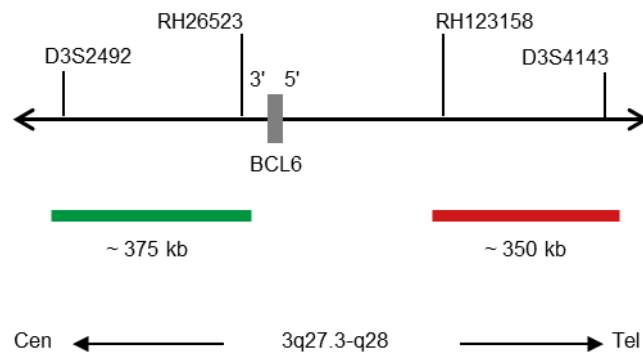

Fig. 1 : SPEC BCL6 Cartographie de la sonde (pas à l'échelle)
- Polynucléotides marqués à la digoxigénine (~0,50 ng/μl), qui visent la cartographie des séquences dans 3q27.3* (chr3:187,028,236-187,403,834) proximale de la région des points de rupture de BCL6 (voir Fig. 1).
- Polynucléotides marqués aux dinitrophényles (~0,75 ng/μl), qui visent la cartographie des séquences dans 3q27.3-q28* (chr3:187,744,962-188,097,195) distale de la région des points de rupture de BCL6 (voir figure 1).